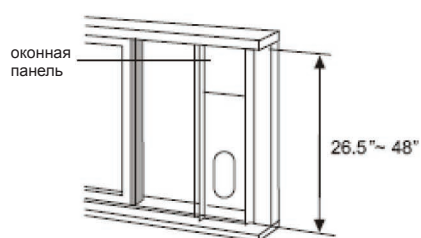

Рис. 15
2. Установите скользящую оконную часть на подоконнике. Отрегулируйте длину скользящей оконной части в зависимости от ширины окна. Укоротите скользящую часть, если ширина окна меньше 27\". Откройте скользящую створку и поместите скользящую оконную часть на подоконник (см. рис.15).